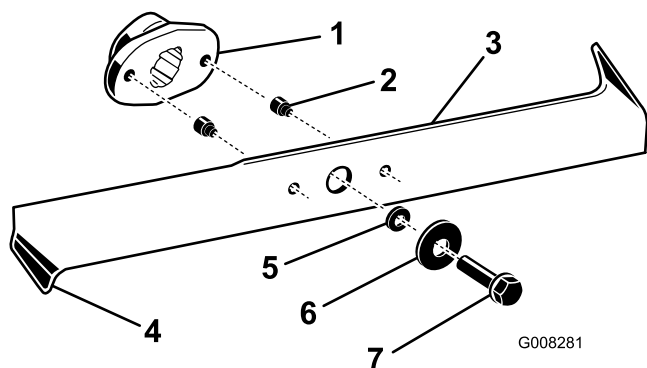

Figura 39
2. Controllate i taglienti (Figura 39). Se i taglienti non sono affilati o presentano intaccature, togliete le lame ed affilatele; vedere Affilatura delle lame.
3. Controllate le lame, in particolare i bordi curvi (Figura 39). In caso di usura o scanalature in questa
4. Sostituite immediatamente i perni di sicurezza se sono spezzati (Figura 39).
3. Togliete i bulloni, le rondelle e le lame (Figura 39). In sede di rimozione dei bulloni, per bloccare le lame inserite un blocco di legno tra ogni lama e il tosaerba.
1. Montate le lame, le rondelle e i bulloni delle lame (Figura 39).